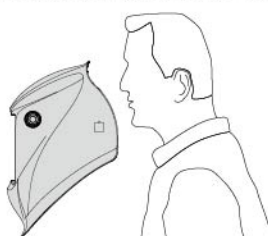

fig.11
- Oriente la calota del casco de modo que la parte interior del casco quede orientada hacia el pecho (véase la fig. 11).